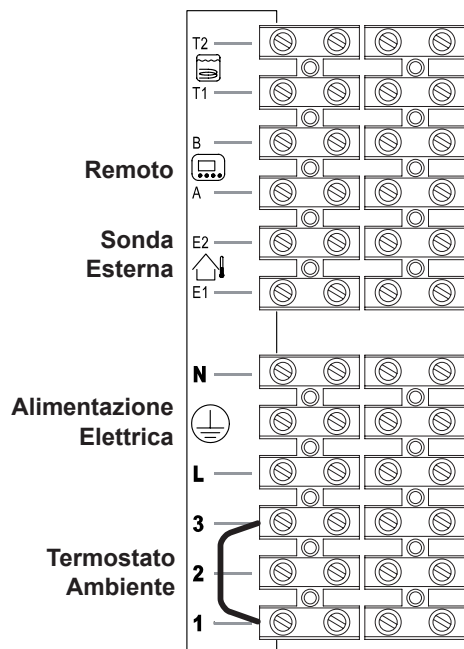

Figura 5.21
- Collegare il cavo di alimentazione elettrica proveniente dall'interruttore onnipolare alla morsetteria di alimentazione elettrica della caldaia Figura 5.21 rispettando la corrispondenza della linea (filo marrone) e del neutro (filo azzurro).
Per il collegamento di un termostato ambiente servirsi dei morsetti indicati in Figura 5.21.
Per il collegamento di valvole di zona servirsi dei morsetti termostato ambiente indicati in Figura 5.21 e Figura 5.22. I conduttori elettrici dei contatti del micro della valvola di zona vanno inseriti nei morsetti "1 e 3" della morsetteria termostato ambiente come in